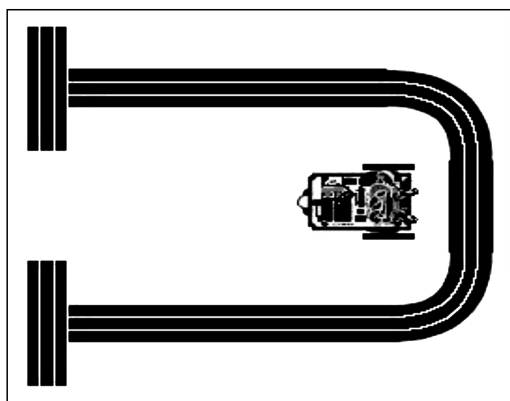
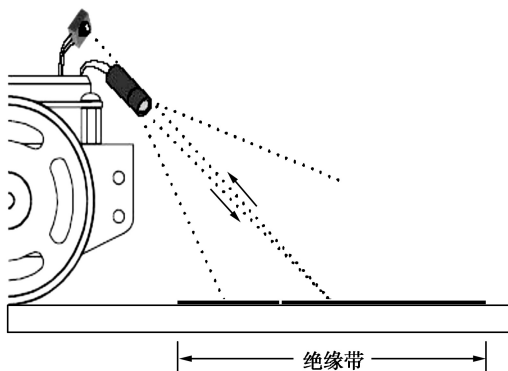

图 6-10 高区域测试顶视图
图 6-11 高区域测试（侧视图）
- 放置机器人使两个 IR LED/检测器都直接指向三条绝缘带的中心，如图 6-10 和图 6-11 所示；